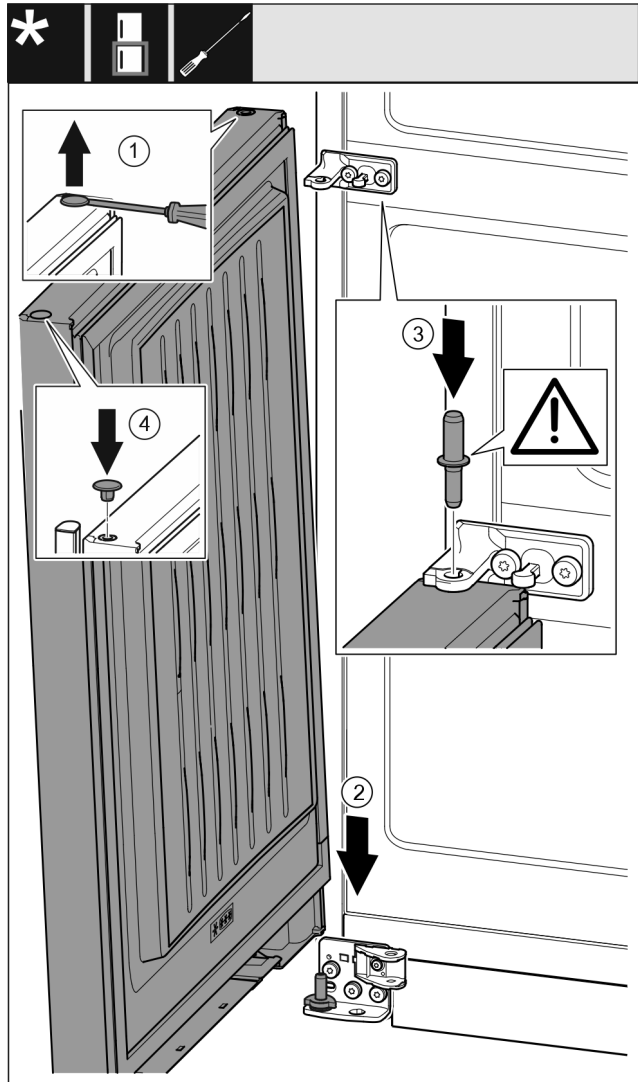

Fig. 52
- Осторожно приподнимите шлицевой отверткой заглушку Fig. 52 (1) и извлеките ее.
- Установите дверь Fig. 52 (2) сверху на нижний опорный палец.
- Вставьте средний опорный палец Fig. 52 (3) через средний опорный кронштейн в нижнюю дверь. При этом проследите за тем, чтобы выступ фиксатора был направлен назад.
- Снова установите заглушку Fig. 52 (4) с другой стороны двери.